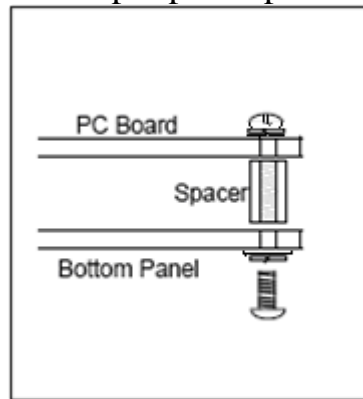

Figura 14. Montaje de los separadores al panel inferior
13. Retire el panel lateral derecho, deslice el panel inferior y adjuntarlo a los separadores con 1/4 de pulgada 4-40 tornillos, arandelas planas y arandelas de seguridad (Figura 14). Los agujeros del panel de fondo no son equidistantes de los bordes - el agujero en el lado de control SINTONÍA está más cerca del borde derecho que el agujero en el lado del control de volumen está al borde izquierdo. Puede que tenga que dar la vuelta al panel inferior si los agujeros no se alinean con los